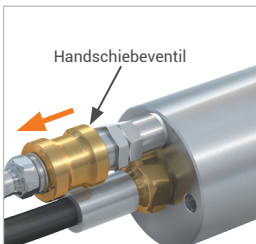

Abbildung 8
- ▶ Schieben Sie die Schiebepartie des Handschiebeventils (Pos. 6) zurück (Abbildung 8). Der anliegende Steuerdruck wird entlüftet. Die Frontdichtungen (Pos. 7) / die Hauptdichtungen (Pos. 8) werden entspannt, die Verbindung zum Prüfling wird gelöst und der Adapter kann gerade nach hinten abgenommen werden.